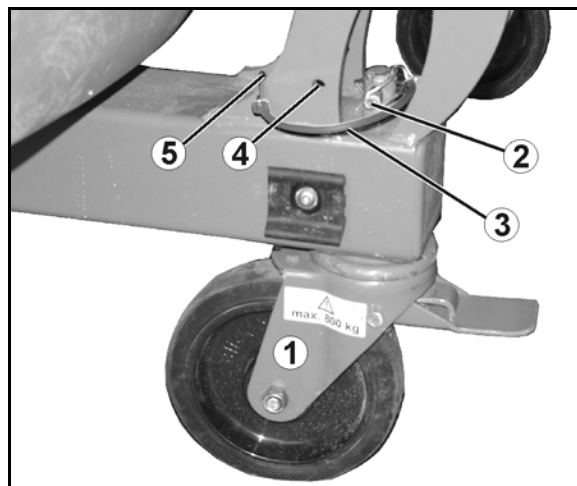

Fig. 56
Lynkoblingssystemet (Fig. 56/1)
- Brug koblingstrekantens topstangsbolt (Fig. 56/2), udstyr den med kuglesæde, og sørg for at sikre den med klapsplit.
- Udstyr liftarmsboltene med kuglesæder, skub afstandsبوسninger (Fig. 56/3) på, og sørg for at sikre dem med klapsplit.